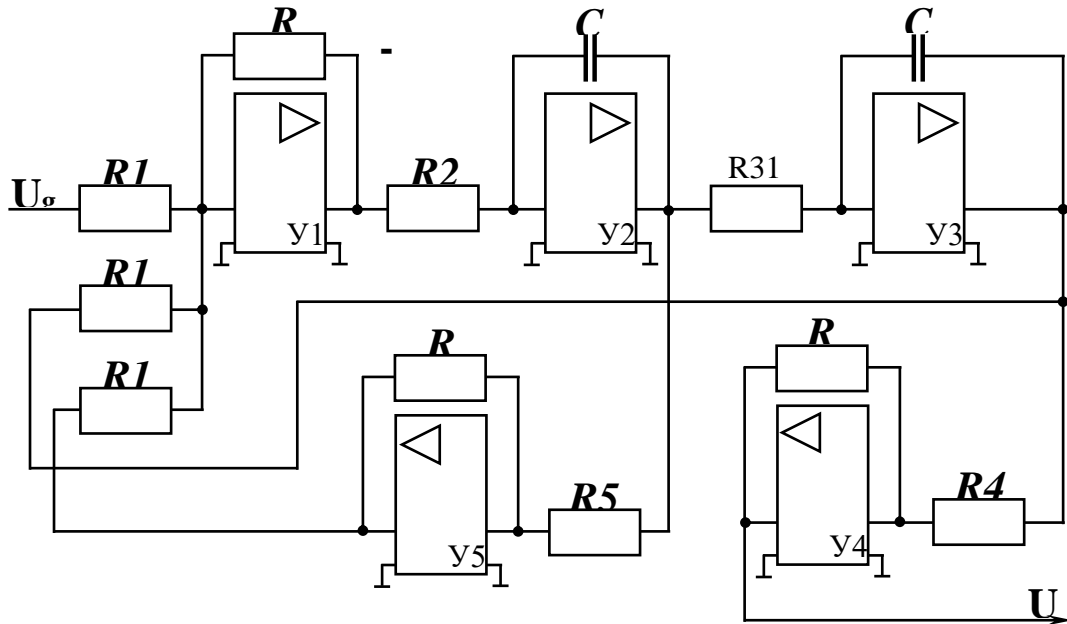

Рис. 1
11. Составляем схему модели методом понижения порядка (рис. 1).